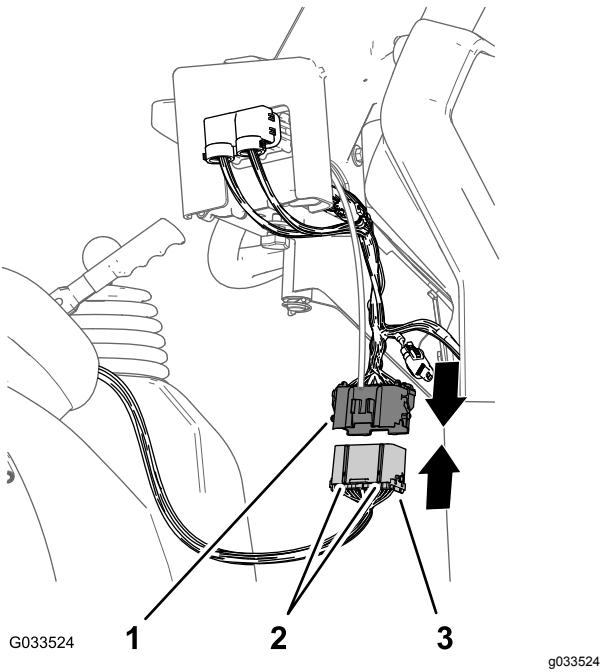

Figura 23
1. Allineate le 2 chiavi del connettore a 38 pin del cablaggio preassemblato posteriore dell'irroratrice con le 2 scanalature del connettore a 38 prese del cablaggio preassemblato anteriore collegato al quadro di comando (Figura 23).
2. Collegate il connettore del cablaggio preassemblato posteriore al connettore del cablaggio preassemblato anteriore, fino a quando i fermi dei connettori non scattano saldamente insieme (Figura 23).